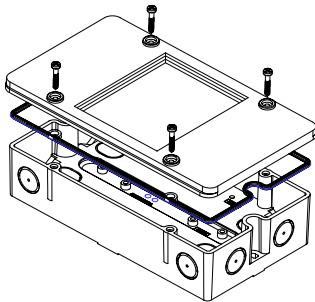

图 4
5. 用 4 个螺钉固定带有密封条的盒盖（图 4）。（只有这样才能保证 IP 防护等级）